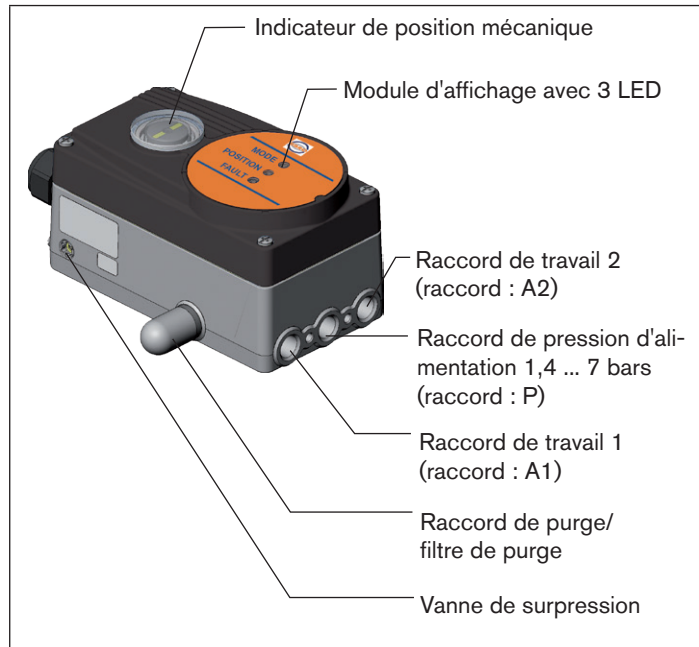

Fig. 1 : Structure, positionneur Type EP 501 B
1) Si le positionneur est utilisé dans des conditions suivant IP67, le filtre de purge d'air (voir « Fig. 1 ») doit être retiré et l'air évacué conduit dans un endroit sec.